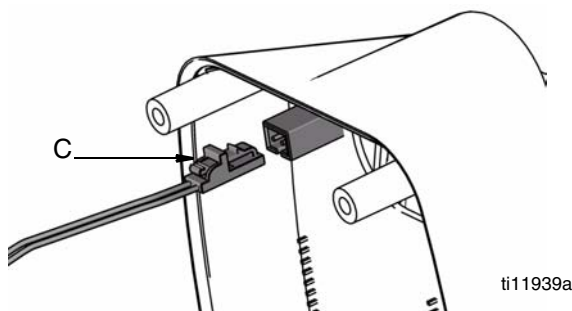

FIG. 4
- Desenganche el conector del solenoide (C) (FIG. 4).